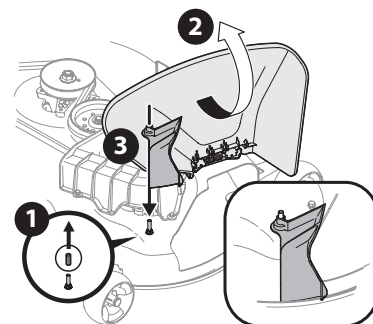

Figura 19
- Retire el tapón protector de goma del pasador de plataforma, 1 en la Figura 19.
3. Eleve el deflector del canal (2) sobre la plataforma y sosténgalo mientras instala el adaptador de paracaídas (731-10133) (3) sobre la plataforma tal como se muestra en la Figura 19 en la página 19.